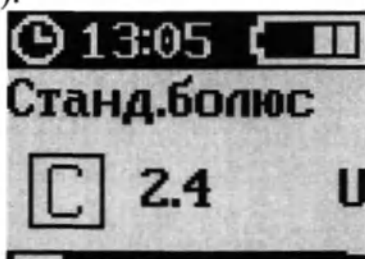

Рисунок 95 – Экран «СТАНД.БОЛЮС»
5. Нажать кнопку «ОК». На данном шаге стандартный болюс настроен. Остаётся его ввести (рисунок 95).